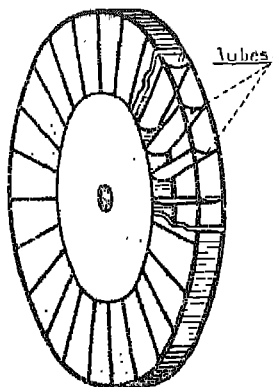

Fig. 7. — Rotor ou roue de turbine à vapeur. Remarquez sur le pourtour, les aubes de forme concave. (Quelques unes seulement sont dessinées).
*Description.* — Une roue plate, en acier, mobile autour d'un axe horizontal, porte sur sa jante des palettes courbes ou aubes (fig. 7) : c'est le rotor de la turbine.